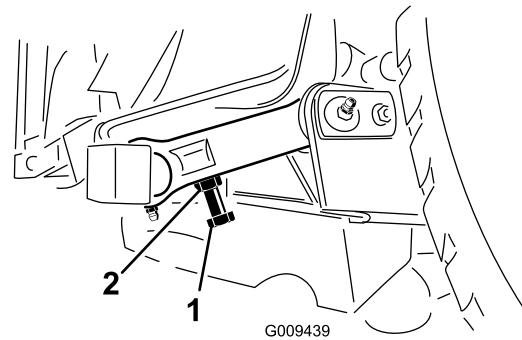

Figura 28
3. Per mettere a punto la distanza dovete accedere al bullone di regolazione, sull'attacco orientabile posteriore del piatto di taglio (Figura 28).